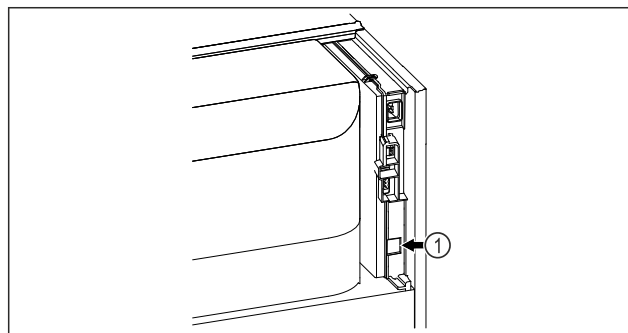

Fig. 125
- SmartModule Fig. 125 (1) is geplaatst.